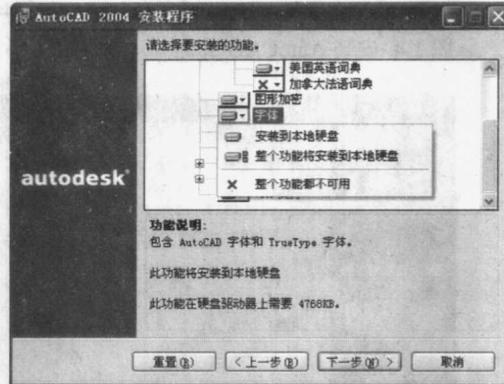

图 1-7 安装 AutoCAD 2004 ——定制安装内容
(7) 对要安装的内容进行选择。如图 1-7 所示，AutoCAD 2004 提供了程序文件、纹理贴图、CAD 标准扩展、XML/数据扩展、许可证转移管理、字体、VBA 支持、Volo View Express、数据库、教程、词典、样例、批处理打印等内容，供不同要求的用户进行选择。